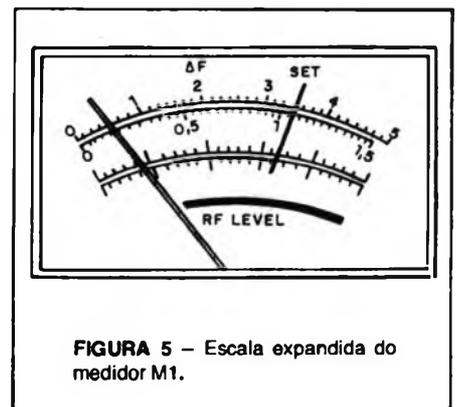

FIGURA 5 – Escala expandida do medidor M1.
1. AMPLIFICADOR e ATENUADOR DE ENTRADA: O sinal de RF a ser analisado (na faixa de 4 – 1200MHz), aplicado na entrada BNC1, é amplificado para um nível desejado na entrada do misturador. O potenciômetro P1 varia o ganho do amplificador de maneira que o nível do sinal de RF recebido fique dentro da faixa preta (RF LEVEL) do medidor M1. (figura 5)
9. AMPLIFICADOR DE BAIXA FREQUÊNCIA: É um amplificador com resposta plana na faixa de 0 – 200kHz e com ganho variável. O ganho do amplificador pode ser variado dentro de uma certa gama, através do potenciômetro P2 "FM – SET CAL" e da chave S4 (DESVIO), de maneira que o nível medido caia dentro da escala graduada do medidor M1. Cada posição da chave S4 corresponde a um fator de multiplicação das escalas do medidor M1. (figura 5)
7. Agindo nos botões de sintonia 3 (TUNE FREQUENCY – COARSE/FINE), sintonizar a frequência da portadora para a máxima deflexão da agulha do medidor M1. Agindo no controle 7 (RF LEVEL) ajustar o nível de RF para uma excursão no centro da faixa preta (figura 5). Durante esse ajuste vamos encontrar dois pontos de sintonia, sendo um 1,5MHz acima de  $F_0$  e o outro 1,5MHz abaixo; a sintonia correta é no pico superior, ou seja, 1,5MHz acima de  $F_0$ .